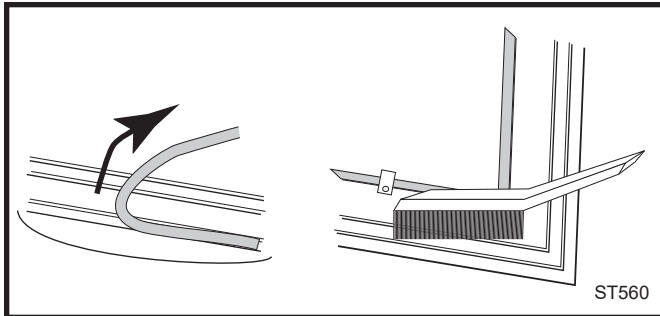

Рис. 45 Снимите прокладку и прочистите канал щеткой.
1. Снимите прокладку, ухватившись за ее конец и потянув достаточно сильно (рис. 45) .
2. С помощью проволочной щетки или кончика отвертки почистите канал от остатков клея и частей прокладки. Неподдающиеся отложения удаляйте ручным зубилом, при необходимости (рис. 45).